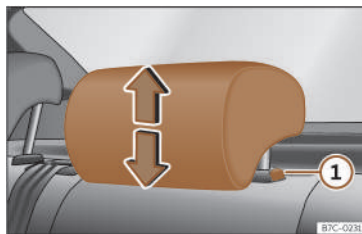

Fig. 82 Poggiatesta posteriore: regolazione del poggiatesta.
- Afferrare il poggiatesta ai lati con entrambe le mani e spingerlo verso l'alto fino a fissarlo nella posizione desiderata. Per abbassarlo, agire analogamente, premendo il tasto laterale ① >>> **fig. 82**.